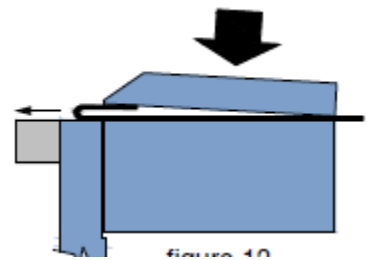

Abbildung 13
3. Wenn Sie das Material noch flacher pressen wollen, schieben Sie das Werkstück ca. 13 mm nach vorn und spannen Sie es dann mit dem Klemmbalken magnetisch ein (Abb. 13).